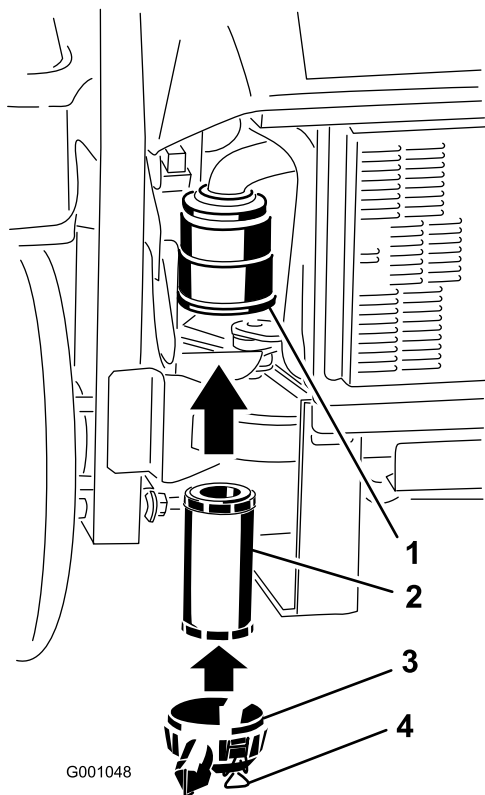

Figura 36
2. Inserite con cautela il filtro nel relativo corpo (Figura 36). Premete sul bordo esterno del filtro mentre lo inserite, per accertarvi che venga inserito a fondo.
3. Montate il coperchio del filtro dell'aria ed i dispositivi di fermo (Figura 36).